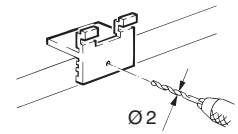

図 3-3-5
- (2) この穴を基準にして、間隔を200 以下にして前板到下穴を開けてください (図 3-3-5)。